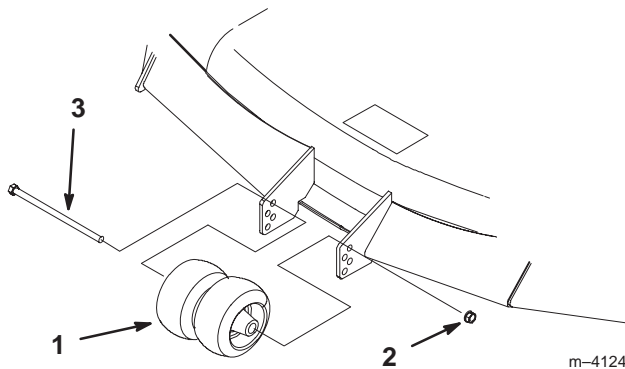

Figure 20
3. Lorsque la hauteur de coupe est réglée, enlevez le boulon et l'écrou (Fig. 20).
4. Choisissez le trou pour que la roue de jauge se trouve le plus près possible de la hauteur de coupe correspondante voulue (Fig. 20).
5. Remettez le boulon, les galets centraux et l'écrou (Fig. 20).